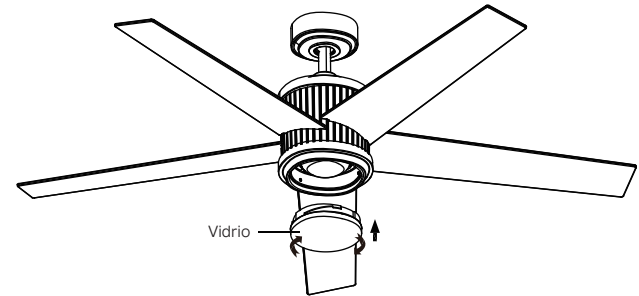

Figura 21
Paso 3. Asegure el vidrio a la carcasa del interruptor girándolo en el sentido de las agujas del reloj, gire el vidrio gradualmente hasta que encaje en la carcasa del interruptor. No apriete demasiado. (Figura 21)